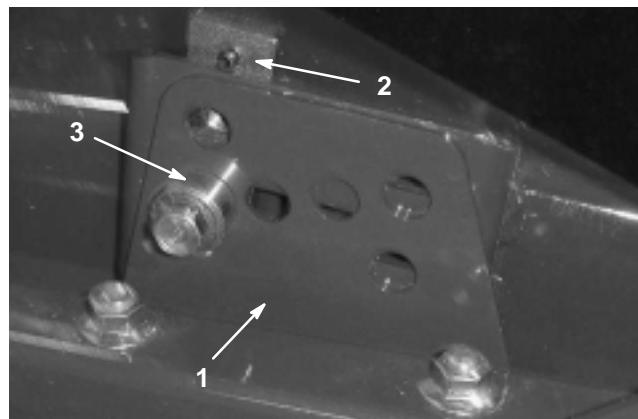

Figure 2
2. Desserrez les vis qui fixent chaque patte support de hauteur de coupe à la plaque de hauteur de coupe (avant et chaque côté) (Fig. 2).
4. Tout en supportant la chambre, déposez l'entretoise (Fig. 2).